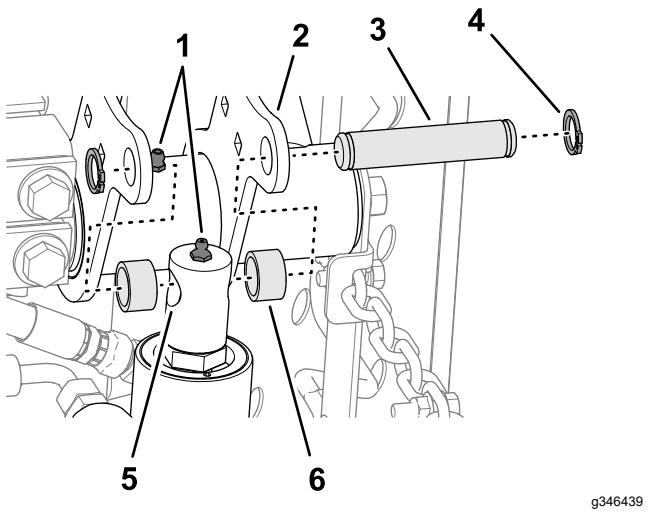

Figura 15
- Spostate lentamente l'asta del cilindro di sollevamento fino a quando non è allineata con i fori nelle flange del braccio di sollevamento destro (Figura 15).
- Assemblate l'asta alle flange con il perno di montaggio, 2 distanziali e 2 anelli elastici (Figura 15).
- Applicate grasso n. 2 a base di litio ai raccordi d'ingrassaggio del braccio di sollevamento e del cilindro idraulico (Figura 15).
1. Allineate i fori nelle piastre del telaio portante posteriore con i fori nelle piastre di montaggio dell'apparato di taglio (Figura 15).